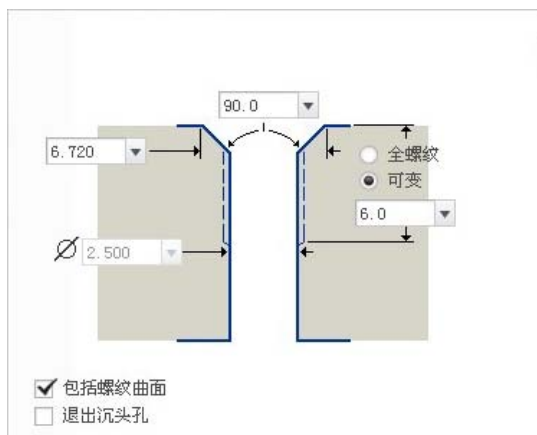
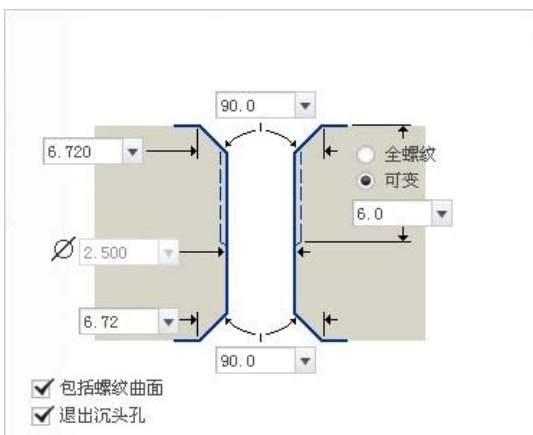

图 3.13.7 埋头螺钉螺孔 1
图 3.13.8 埋头螺钉螺孔 2
(2) 埋头螺钉螺孔形式。在操控板中单击和，再单击形状按钮，系统弹出图 3.13.7 所示的界面，如果选中退出沉头孔复选框，则螺孔形式如图 3.13.8 所示。